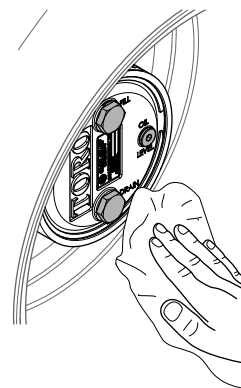

Figura 104
3. Pulite l'alloggiamento degli ingranaggi planetari e la scatola del freno (Figura 104).